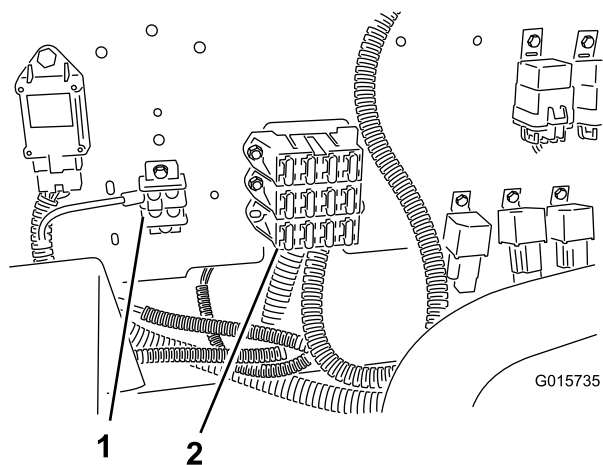

図 17
3. 車両についているヒューズブロックを探し出し、このヒューズブロックの底部に、ワイヤハーネスからきている新しいヒューズブロックを固定する (図 17)。
4. ワイヤハーネスについているアース用端子をアース用端子ブロックに接続する（図 17）。